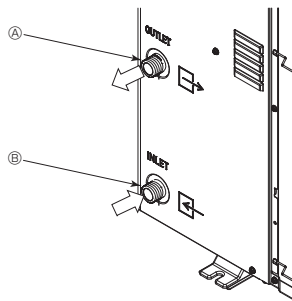

Fig. 6-1
6.1. Priključek za vodne cevi (Fig. 6-1)
- Položaj odvodnih in dovodnih cevi prikazuje Fig. 6-1.
[Fig. 6-1]